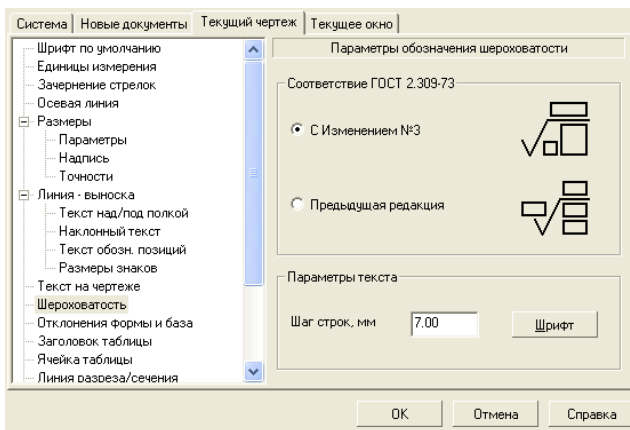

Рисунок 8.13 – Диалоговое окно Параметры с открытой вкладкой Текущий чертеж и панелью Параметры обозначения шероховатости
- щелкните в дереве элементов на вкладке *Текущий чертеж* по пункту *Шероховатость*. В правой части появится панель *Параметры обозначения шероховатости*, показанная на рисунок 8.13.